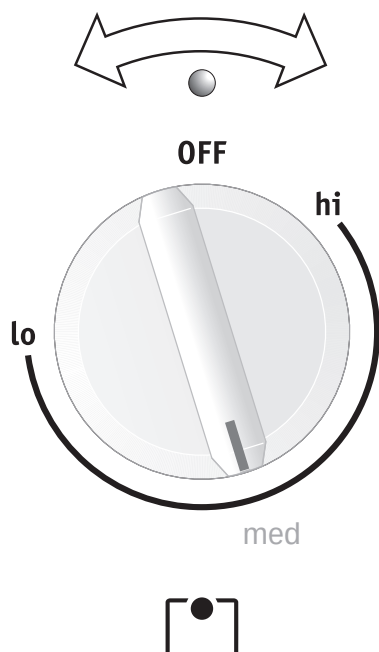

Fig. 1
1. Appuyez sur le bouton de commande et tournez-le dans une direction ou l'autre, jusqu'au réglage de température désiré (fig. 1). Les températures sont approximatives et sont identifiées par **HI** (Élevé) et **LO** (Bas). Cependant, la commande peut être réglée à n'importe quelle position entre **HI** (Élevé) et **LO** (Bas) pour obtenir différents niveaux de chauffage.